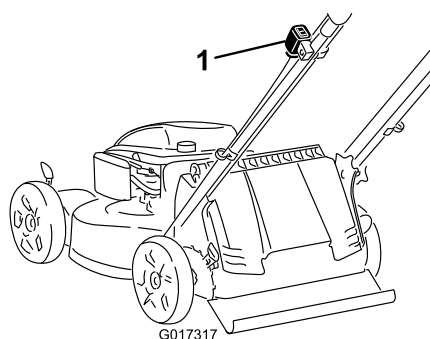

Figura 12
1. Si el interruptor de encendido de su máquina (Figura 12) es de tipo basculante (con “I” y “Stop”), ponga el interruptor en la posición (“I”). Si no, vaya al paso 2.